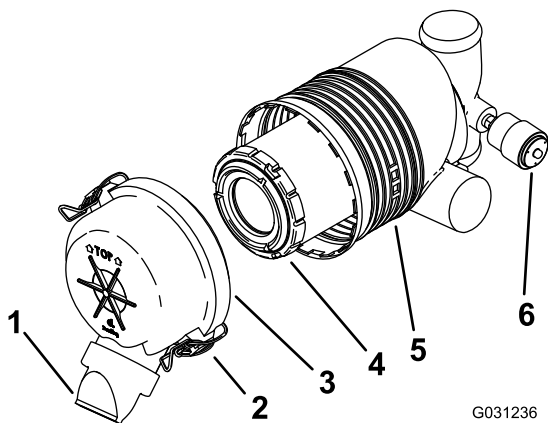

Figure 30
Important: Remplacez le filtre à air uniquement quand l'indicateur de colmatage est rouge (Figure 30). Ne remplacez pas le filtre à air plus fréquemment que nécessaire ; cela ne fait qu'accroître le risque de contamination du moteur par des impuretés quand le filtre est déposé.
5. Déverrouillez le filtre à air et détachez le couvercle du boîtier du filtre (Figure 30).
- Si l'indicateur de colmatage est transparent, reposez le couvercle du filtre à air, en orientant le capuchon antipoussière vers le bas, et fermez les verrous (Figure 30).
1. Sortez l'élément filtrant du boîtier du filtre à air avec précaution (Figure 30).
3. Posez l'élément filtrant avec précaution (Figure 30).
4. Reposez le couvercle du filtre à air, le capuchon antipoussière orienté en bas, et fermez les verrous (Figure 30).